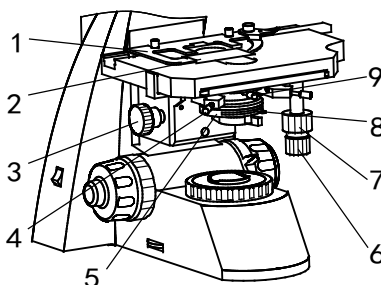
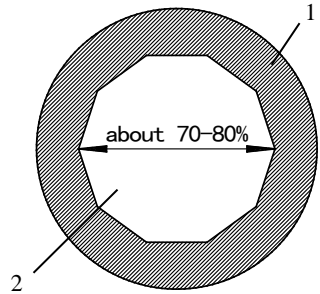

Fig.9
Fig.10
(Fig.9)
diafragma de abertura 6 pode ser rodada para ajustar NA do sistema iluminado. (Fig.9)
2) Remoção das oculares, observação através do tubo da ocular, ajuste do parafuso 4, enquanto a imagem do diafragma 2 é excêntrica com a pupila objectiva 1 [Fig.9], Gire a alavanca do diafragma da abertura para ajustar o diafragma da abertura para obter uma imagem com Contraste aconselhável. Geralmente, ajustar o diâmetro da imagem diafragma da abertura para 70-80 por cento do pupilo objetivo pode obtê-lo. [Fig.10]